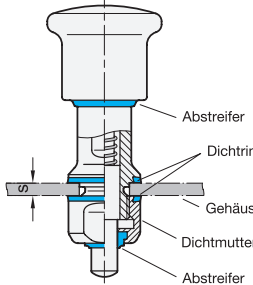

Abb. 1
- Es ist darauf zu achten, dass der Rastbolzen nur in Verbindung mit dem mitgelieferten Dichttringe eingesetzt wird. Die Dichtungen sind kegelförmig ausgeformt. Es ist daher auf die richtige Einbaulage zu achten (Abb. 1).
- Es ist auf die entsprechende Klemmlänge s zu achten, um ein korrektes Abdichten zu ermöglichen (Abb. 1).
- Die Einbaulage, wie in Abb. 1 zu sehen, garantiert ein selbständiges Abfließen von Flüssigkeiten.